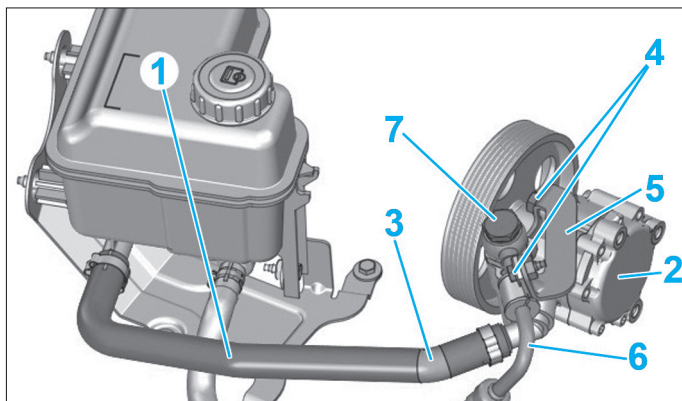

Fig. 18
- Pincer le tuyau d'alimentation (1) de la pompe de direction assistée (2) en (3) à l'aide d'une pince-durité (Fig.18).
- Déposer les vis (4) et écarter le support (5).
- Desserrer le tuyau haute pression d'assistance de direction (6) en (7) à l'aide d'une clé à tuyauté.
- le tuyau haute pression d'assistance de direction (6),
- le tuyau d'alimentation de la pompe de direction assistée (1) (Côté pompe direction assistée).